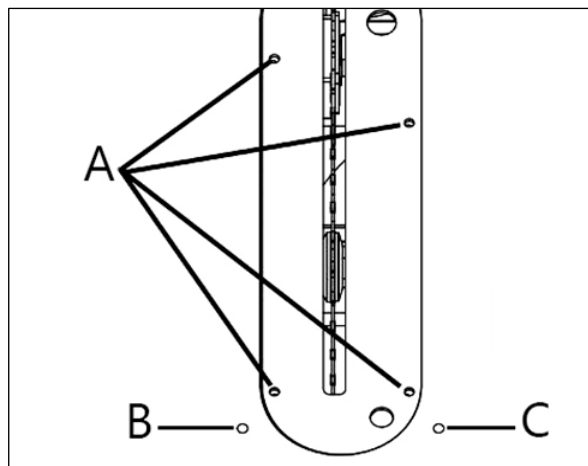

Рисунок 33.
Для выравнивания вставки стола поворачивайте один или несколько установочных винтов А (рис. 33) до достижения нужного результата.
- Если пильный диск не будет наклоняться до 90°, поверните (против часовой стрелки) установочный винт В (рис. 33), пока не будет достигнут угол в 90°.
- Если пильный диск не будет наклоняться до 45°, поверните (против часовой стрелки) установочный винт С (рис. 33), расположенный справа от вставки стола, до тех пор, пока пильный диск не будет установлен на 45°.